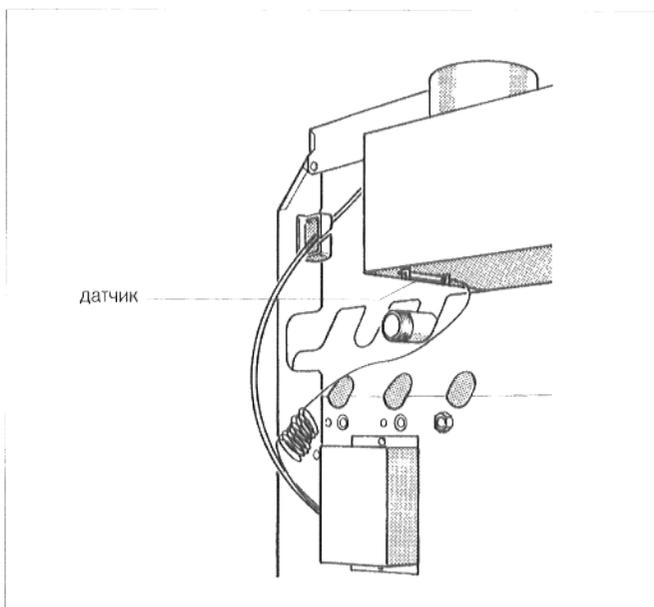

Рис. 36: датчик контроля отходящего газа
- Отвинтить датчик температуры отходящего газа (рис. 36) от предохранителя потока..